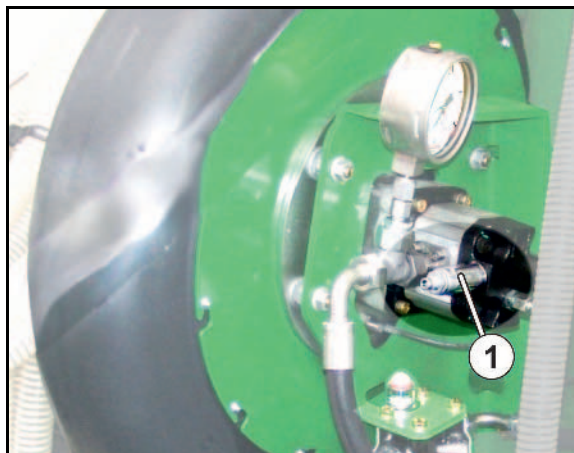

Рис. 93
3. Проконтролируйте норму высева: разверните лоток и снова установите его на держатели (Рис. 93).